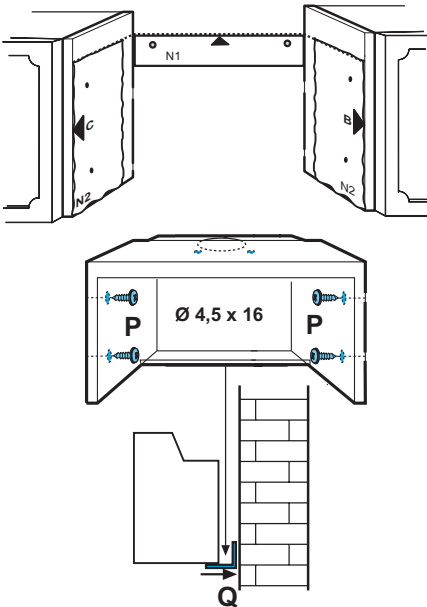

Fig. 11
- Utilisez le gabarit de forage N2 (*), placez le gabarit sur les bords antérieurs du meuble (meuble à droite, côté B) – (meuble à gauche, côté C) **SANS PRENDRE EN CONSIDÉRATION L'ÉPAISSEUR DES PORTES**, forez comme indiqué. **Fig. 11**
- Fixez la hotte aux meubles latéraux avec 4 vis P. **Fig. 11**